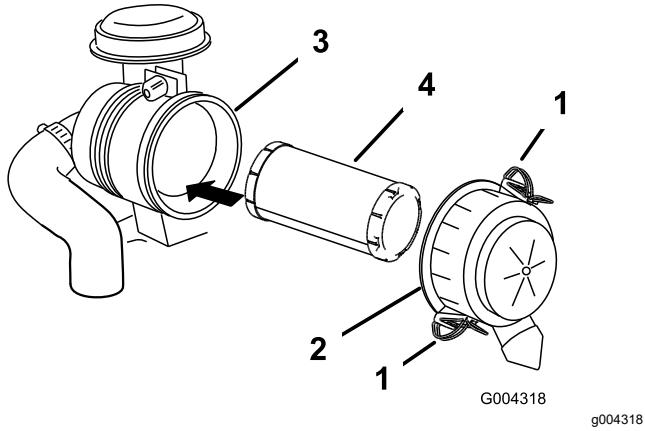

Figura 42
3. Abra los cierres del limpiador de aire y tire de la tapa de la entrada de aire para separarla del cuerpo del limpiador de aire (Figura 42).
5. Extraiga con cuidado el filtro del cuerpo del limpiador de aire (Figura 42).